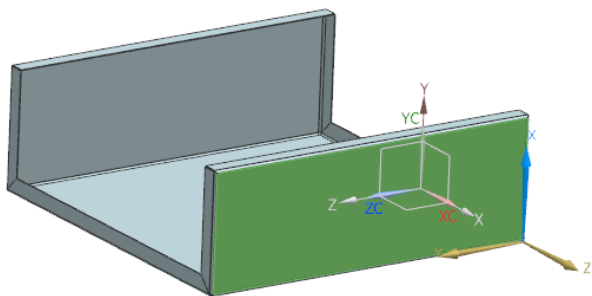

图 6-92 选择草图工作平面
(2) 在“法向除料”对话框中，单击图标，打开“创建草图”对话框。在视图区选择草图工作平面，如图 6-92 所示。